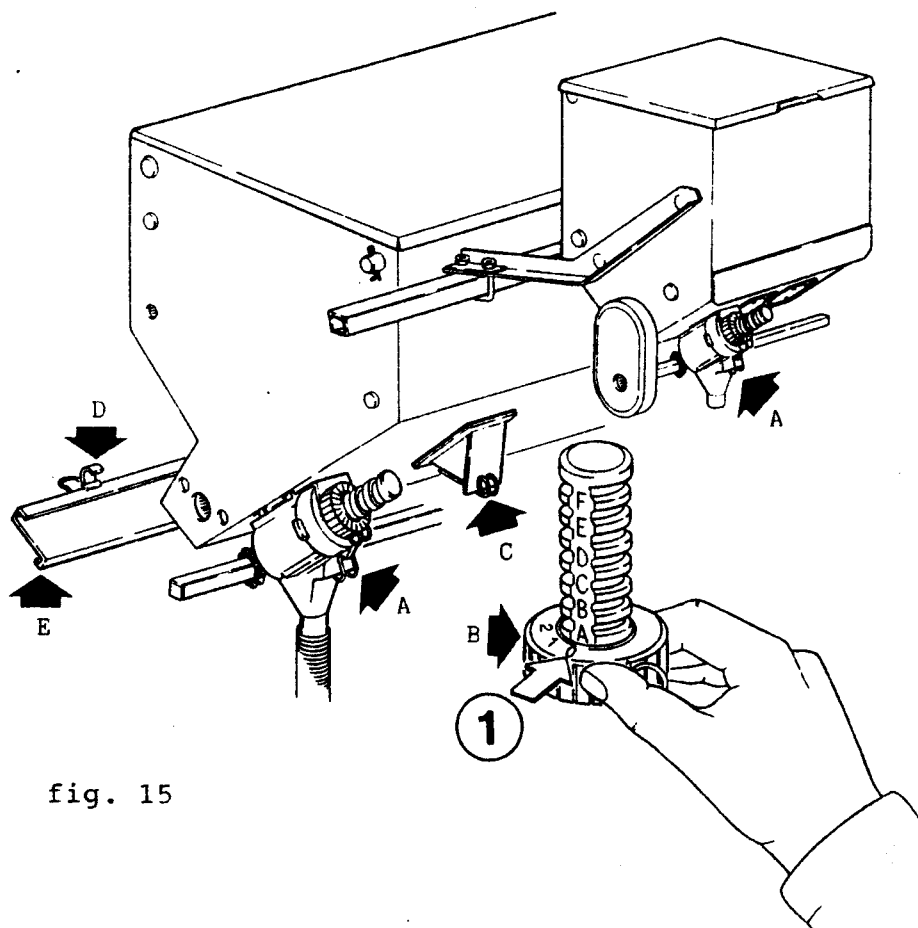

fig. 15
La diffusione del prodotto fertilizzante ed insetticida, avviene per mezzo dei distributori (A) (diversi come dimensioni) Fig. 15, montati sui serbatoi spandiconcime e microgranulatore. La quantità da distribuire (vedi tabelle distribuzione), si regola con la ghiera (B) e la posizione di lettura della regolazione è come indicato al punto (1). I distributori, in materiale plastico, non necessitano di lubrificazione. Si raccomanda, a fine lavoro, un'accurata pulizia dei serbatoi, in modo particolare per quelli del fertilizzante. Scaricare il prodotto residuo dalla porta (C) sganciare le chiusure (D) e togliere la porta di pulizia (E), lavare abbondantemente con acqua.
The distribution of fertilizer and insecticide is performed by means of the distributors (A Fig. 15) mounted on the tanks of the fertilizer and microgranule. The quantity to be distributed is regulated through the ringnut (B); reading position of adjustment as shown at point 1.
L'épandage d'engrais et la mise en place de microgranulés insecticides sont réalisés par l'intermédiaire des distributeurs (A) (qui existent en différentes dimensions), cf. Fig. 15 montés sur le réservoir d'engrais, resp. de microgranulés. La quantité apportée (voir à ce propos les tableaux de distribution qui figurent aux pages suivantes) doit être réglée au moyen de la molette (B), dont la position est repérable précisément par le point de lecture indiqué par la flèche (1). Ces distributeurs, en matière plastique, n'ont pas besoin d'être lubrifié. Pour un travail précis, il est recommandé de procéder, lors du remisage de l'engin, à un nettoyage approfondi du dispositif d'épandage de l'engrais. Pour ce faire, extraire tout d'abord le solde éventuel d'engrais par la trappe de vidange (C); actionner ensuite le dispositif de fermeture de la tôle inférieure (D), pour déposer cette tôle (E), et laver abondamment avec de l'eau.
Die Ausbringung von Handelsdüngern und Insektiziden geschieht mittels der Minimax-Verteiler (A). Fig. 15 (unterschiedlich nur in der Größe) die auf den Behältern der Düngerstreuer und Mikrogranulatstreuer montiert sind. Die Ausbringmenge (siehe Streutabelle) reguliert man durch Drehen der Ziffer am Ring (B), zum Buchstaben auf der Spindel (F), wie im Punkt 1 gezeigt wird.
El esparcimiento del producto fertilizante e insecticida se efectúa mediante unos distribuidores (A) (de diferente tamaño) Fig. 15 montados en los depósitos abonadores y microgranuladores. La cantidad a esparcir (véanse las tablas de distribución) se regula mediante la abrazadera (B) y la posición de lectura de la regulación es la que indica el punto 1. Los distribuidores son de plástico y no necesitan lubricación. Se recomienda, al final del trabajo, limpiar cuidadosamente los depósitos, especialmente los del abono. Descargar el producto residual de la puerta (C), desenganchar los cierres (D) y quitar la puerta de limpieza (E), lavar con abundante agua.